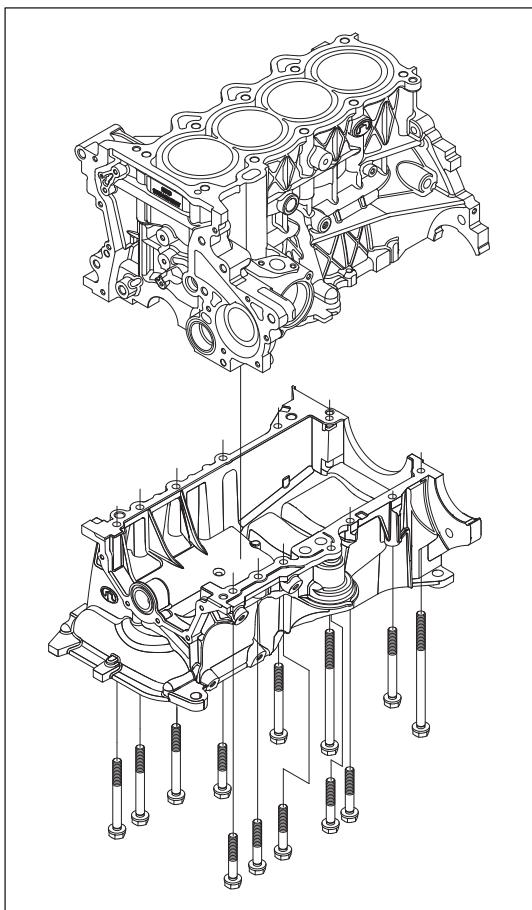

Рис. 13-4-2. Снятие болтов крепления нижней части блока цилиндров
- (1) Снятие нижней части блока цилиндров
- b) Снять болты с плоской шайбой (M8×45, M8×80 и M8×140) для крепления нижней части блока цилиндров, см. Рис. 13-4-2.